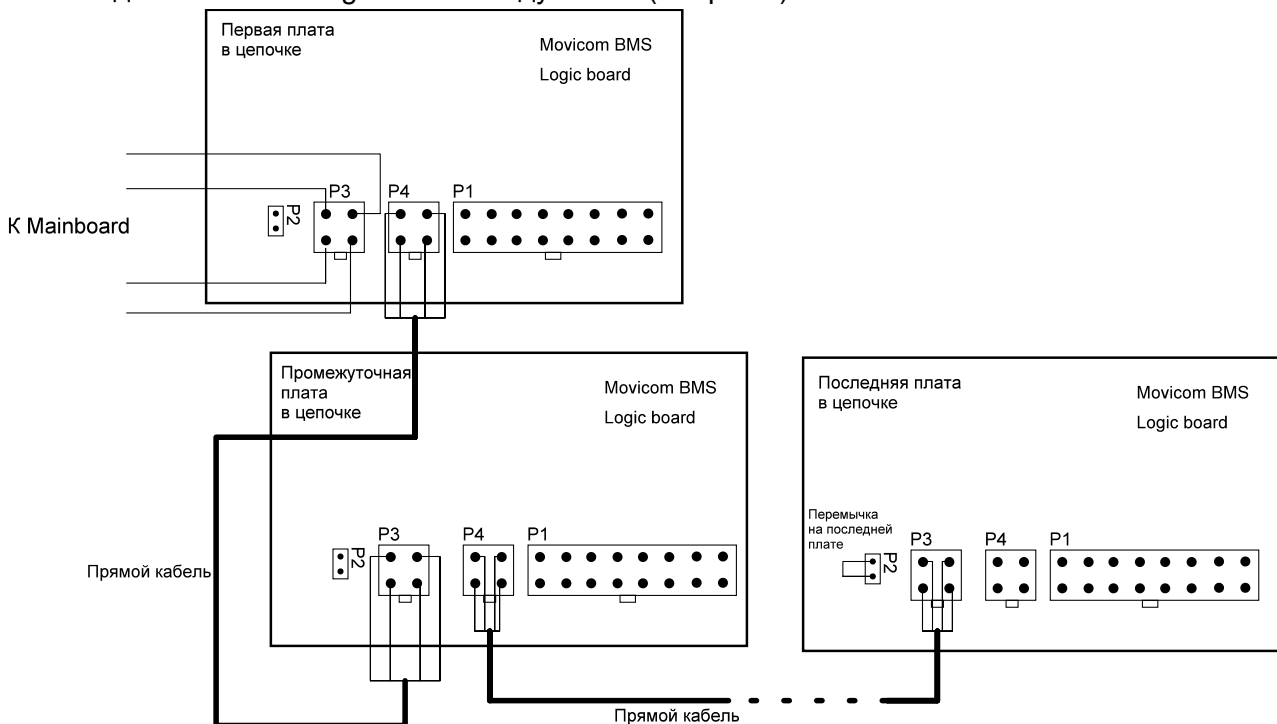

Рис.4 Соединение плат Logicboard между собой
2. Соединить платы Logicboard между собой (см. рис.4).